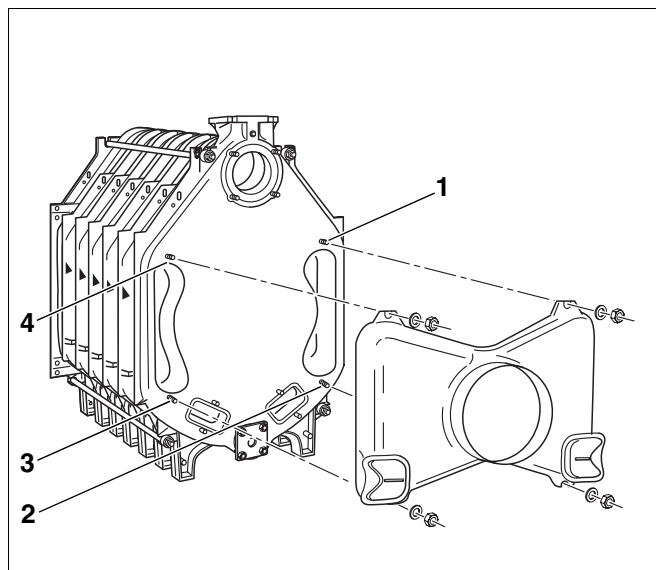

Fig. 29 Montarea colectorului de gaze de evacuare
- Colectorul de gaze de evacuare se așează pe cele patru prezoane pe elementul posterior (fig. 29, **poz. 1 bis 4**) și se fixează cu șaibe și piulițe.